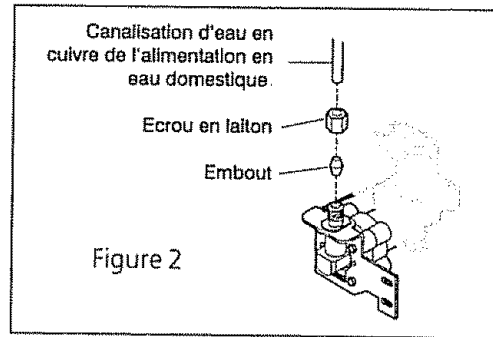

Figure 2
3. Installer la LIGNE D'ARRIVÉE D'EAU comme suit (Figure 2).